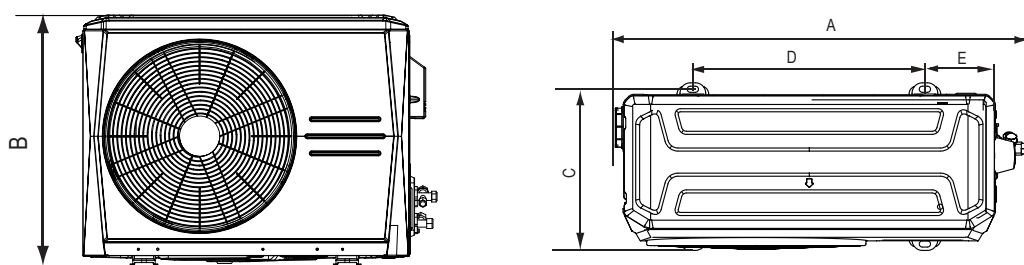
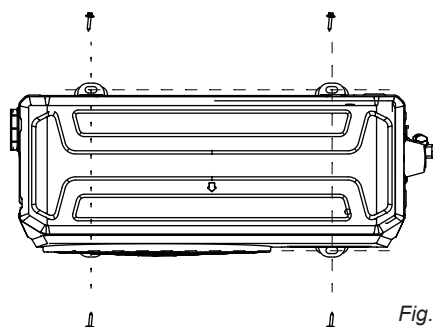

Fig. 4-2
Fig. 4-3
4.1.1 Unità esterna, cfr. Fig. 4-2, Fig. 4-3 e Tabella 4-1. (Unità: mm)